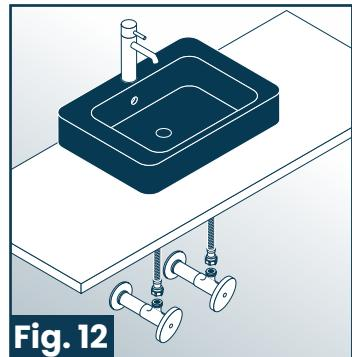

Fig. 12
9. Para crear una unión fuerte, no mueva ni golpee el fregadero durante al menos 24 horas para permitir que el sellador se asiente correctamente. (Fig. 12)
9. Pour créer une liaison solide, ne bougez pas et ne cognez pas l'évier pendant au moins 24 heures pour permettre au scellant de bien prendre.(Fig. 12)